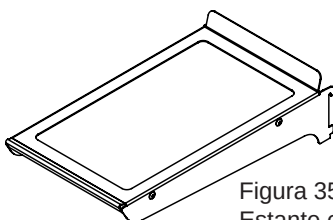

Figura 35
(2) estantes en voladizo con marco y vidrio plano (vea la Figura 35).
(1) estante en voladizo con vidrio plano, medio ancho (vea la Figura 35).